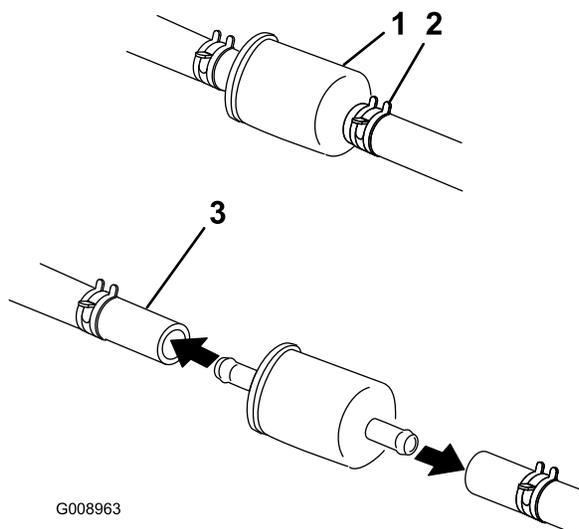

Figure 58
5. Fermez le robinet d'arrivée de carburant situé sous le siège (Figure 58).
6. Pincez les extrémités des colliers et éloignez les colliers du filtre (Figure 58).
8. Posez un filtre neuf et rapprochez les colliers de fixation du filtre (Figure 58).